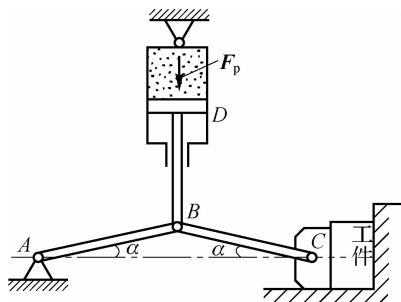

图 1-9
8. 如图 1-9 所示增力(夹紧)机构,已知活塞 D 上受到液压力 $F_p=300\text{ N}$,通过连杆 BC 压紧工件。当压紧平衡时,杆 AB 、 BC 与水平线的夹角为 $\alpha=8^\circ$ 。不计各杆自重和接触处的摩擦,试求工件受到的压力。